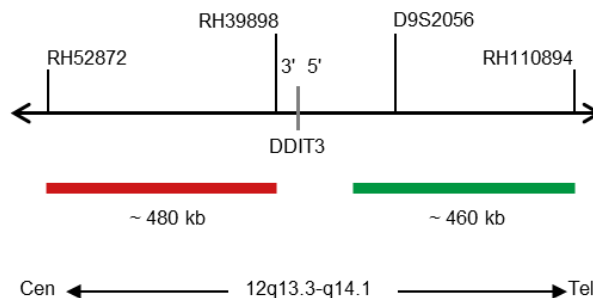

Fig. 1: SPEC DDIT3 Cartographie de la sonde (pas à l'échelle)
- Polynucléotides marqués à la digoxigénine (~0,50 ng/ μ l), qui visent la cartographie des séquences dans 12q13.3-q14.1* (chr12:58,024,366-58,486,511) distale de la région des points de rupture de DDIT3 (voir Fig. 1).
- Polynucléotides marqués aux dinitrophényles (~0,75 ng/ μ l), qui visent la cartographie des séquences dans 12q13.3* (chr12:57,386,302-57,865,800) proximale de la région des points de rupture de DDIT3 (voir Fig. 1).